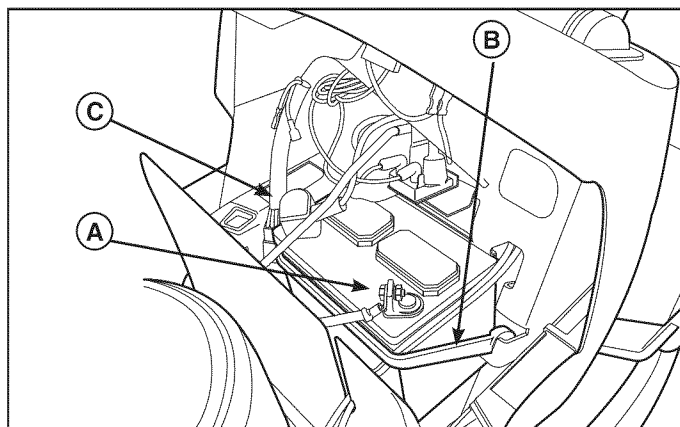

Figura 12
1. Desconecte los cables de la batería, primero el cable negativo (A, Figura 12).
2. Retire la sujeción de la batería (B) y ésta última.
6. Vuelva a conectar los cables de la batería, el cable positivo primero (C).